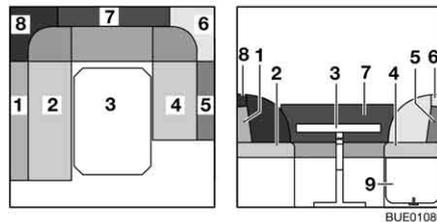

Bild 95 Vor dem Umbau
- Tisch (Bild 95,3) zum Bettunterbau umbauen (siehe Abschnitt 6.12).
- Bettkasten-Verlängerung (Bild 95,9) entriegeln und nach oben klappen.